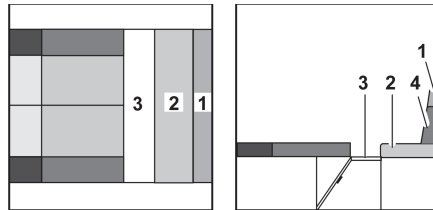
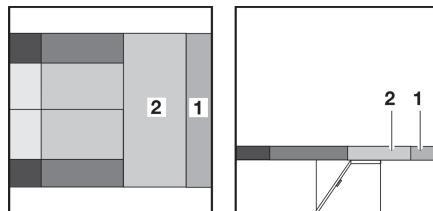

Fig. 126 Durante la transformación
Fig. 127 Después de la transformación
- Extraer el somier (Fig. 126,3).
- Tirar del cojín del asiento (Fig. 127,2) hacia el grupo de asientos central.
- Separar el cojín adicional (Fig. 127,1) del cojín del respaldo (Fig. 126,4). El cojín adicional está fijado al cojín del respaldo con cinta velcro y puede separarse fácilmente.